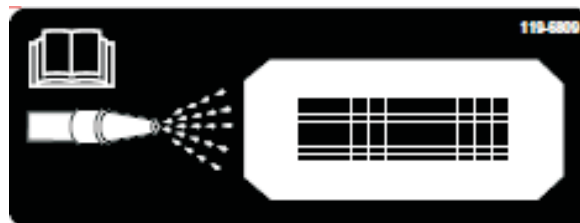
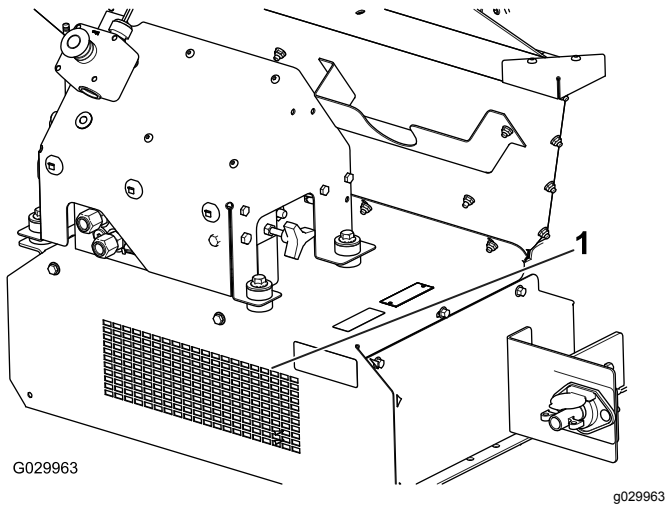

Figura 57
Figura 58
10. Localice la pegatina de limpieza de la parte delantera de la máquina (Figura 57) y, con una manguera de jardín, pulverice a través de la rejilla delantera hasta eliminar cualquier resto de material del suelo interior (Figura 58).